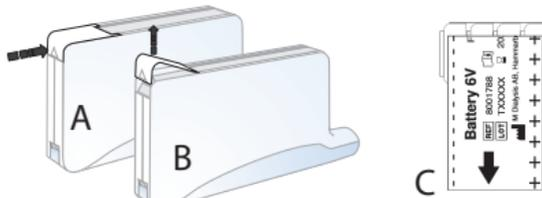

Fig. 2. A: Coperchio vano batteria chiuso
1. Aprire il vano batteria premendo con un dito sul coperchio vano batteria nella direzione indicata dalla freccia (Fig. 2).